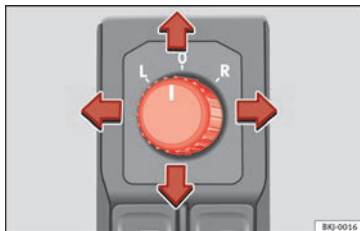

Bild 150 Reglage för sidobackspeglar.
1. Vrid vredet » » **bild 150** till läget L (vänster sidospegel).
- Vrid reglaget » » **bild 150** till läge för att fälla in sidospeglarna. Sidospeglarna ska alltid fällas in om du kör igenom en automatisk biltvätt. På så sätt förhindrar du skador på dem.